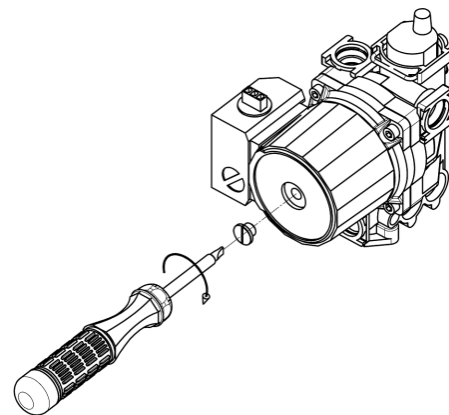

Рис. 10. Проверка циркуляционного насоса
- 9) не заблокирован ли насос. Для этого при помощи отвёртки открутите заглушку насоса и проверните его вал несколько раз туда и обратно (см. Рис. 10). Затем плотно закрутите заглушку. При выполнении данной операции возможны протечки воды из насоса, после установки заглушки необходимо удалить остатки воды с компонентов котла (протереть);